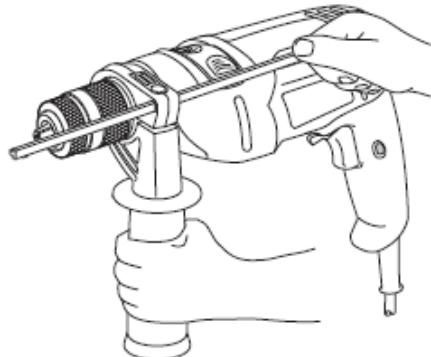

FIGURA 8.3
2. Ajuste la guía de profundidad (ítem 8 de la figura 7.1) en el orificio de montaje como ilustrado en la figura 8.3, ajuste la profundidad de perforación deseada, apriete el mango de apoyo girando el puño en sentido horario.